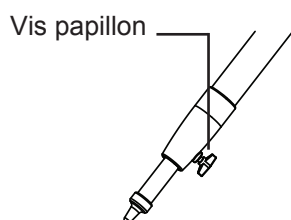

Fig. 1.1a
2. Desserrez les vis papillon de blocage des allonges de chaque jambe (Fig. 1.1a).
2. Desserrez les vis papillon de blocage des allonges de chaque jambe. Sortez chacune d'entre elles de façon à mettre le sommet de la colonne de niveau puis resserrez les vis (Fig. 1.1a).